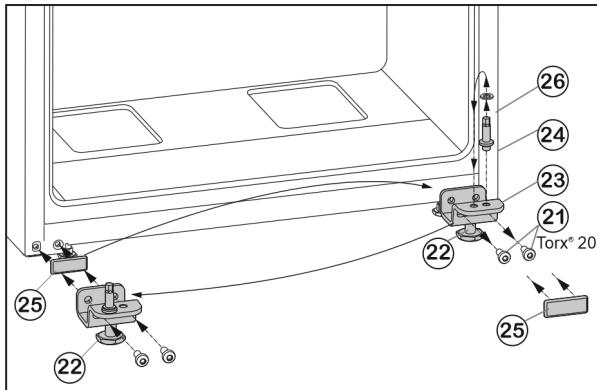

Fig. 9
- Vyskrutkujte upevňovacie skrutky Fig. 9 (21).
- Kompletnej ložiskovú konzolu dole Fig. 9 (23) odoberte spolu s ložiskovým čapom Fig. 9 (24), podložkou Fig. 9 (26) a nastaviteľnou nohou Fig. 9 (22).
- Ložiskový čap Fig. 9 (24) kompletne spolu s podložkou Fig. 9 (26) vyskrutkujte, premiestnite ho do protiahľahého otvoru uloženia ložiskovej konzoly a znova ho pevne priskrutkujte.
- Opatrne odnímte kryt Fig. 9 (25) a premiestnite ho na opačnú stranu.
- Ložiskovú konzolu dole Fig. 9 (23) kompletne spolu s ložiskovým čapom Fig. 9 (24), podložkou Fig. 9 (26) a nastaviteľnou nohou Fig. 9 (22) znova naskrutkujte na novú stranu závesu, príp. ju znova pomocou akumulátorového skrutkovača **pevne utiahnite (4 Nm)**.
- Dvere nasadťte zhora na ložiskový čap Fig. 9 (24).
- Vytočte nastaviteľnú nohu Fig. 9 (22) na ložiskovej konzole dole Fig. 9 (23), pokial nedosadá na podlahu.